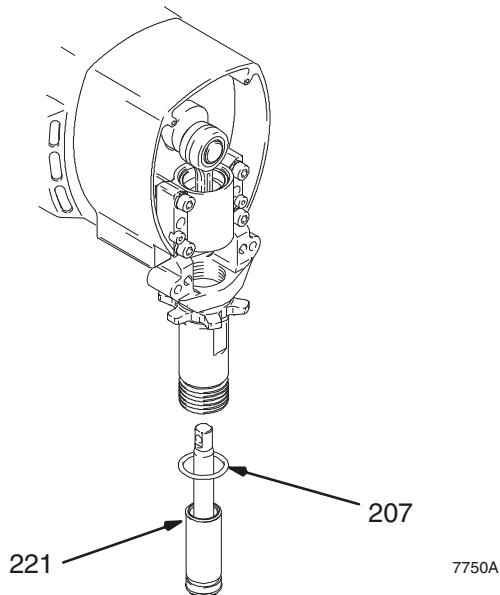

Fig. 18
Fig. 18. Vet de O-ring (221) in en zet die op de mof. Schuif het geheel van mof en zuigerstang in de onderkant van de cilinder. Vervang desgewenst de O-ring (207).